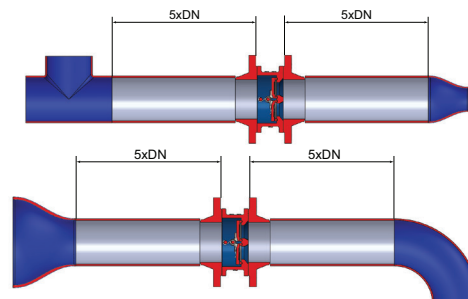

рис. 1
1. Для стабильной работы клапана необходимо клапан устанавливать на прямолинейном участке трубопровода. Длина прямолинейного участка до и после клапана должна быть не менее $5 \times DN$ (рис. 1). Также необходимо учитывать гидравлические характеристики клапанов (см. диаграммы).